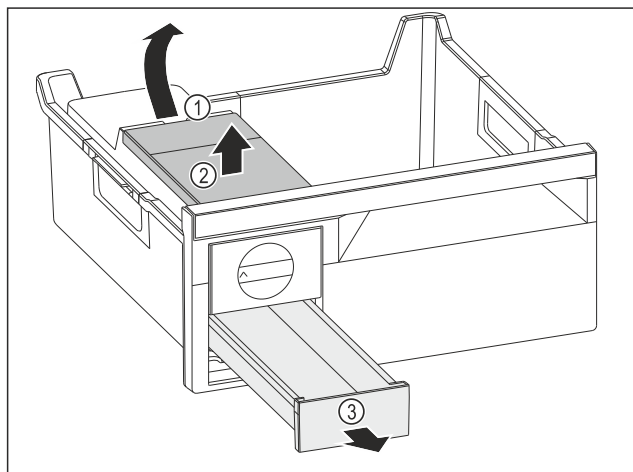

Fig. 81
- ▶ Odobratie nádržky na vodu: Nádržku na vodu nadvihnite za vybranie Fig. 81 (1).
- ▶ Nádržku na vodu Fig. 81 (2) odoberte smerom nahor.
- ▶ Zásuvku na kocky ľadu Fig. 81 (3) odoberte smerom nahor.